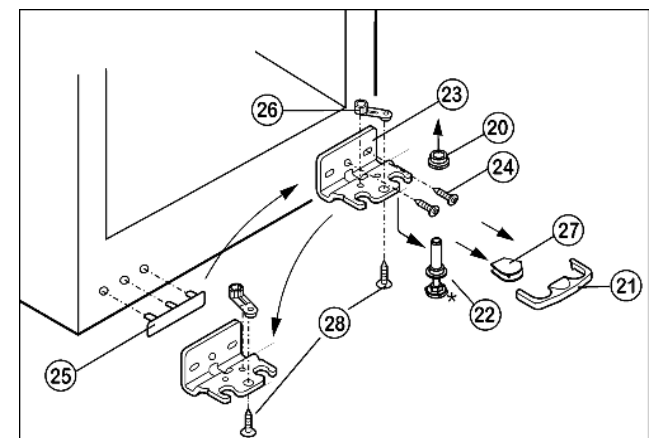

Fig. 5
- Beveiliging Fig. 5 (21) naar voren toe wegnemen.
- Afdekking Fig. 5 (27) verwijderen.*
- Lagerbout Fig. 5 (22) naar beneden en naar voren uittrekken. Let hierbij op de scharnierbus Fig. 5 (20).
- Lagerbus Fig. 5 (23) afschroeven (2 x Torx 25) Fig. 5 (24).
- Lagerdeel Fig. 5 (26) afschroeven (1 x Torx 25) Fig. 5 (28) en in de tegenoverliggende opening van de lagerbus omzetten, opnieuw vastschroeven.
- Afdekking aan de kant van de handgreep Fig. 5 (25) voorzichtig optillen en omplaatsen.
- De lagerbus Fig. 5 (23) weer vastschroeven op de nieuwe scharnierkant, doorheen het buitenste lange gat en ronde gat. Gebruik hiervoor eventueel een accuschroevendraaier.
- Afdekking Fig. 5 (27) aan de tegenoverliggende kant plaatsen.*
- Middelste schroef aan de lagerbus Fig. 5 (23) beneden in het vrije langgat omplaatsen.
- Eventueel de deur via de twee langgaten in de lagerbus beneden Fig. 5 (23) in één lijn met de behuizing van het apparaat uitlijnen.
- De beveiliging (21) moet aan de zijkant van de lagerbus inklikken, zodat de lagerbus en dus ook de deur is geborgd.
- Beveiliging (21) op lagerbus weer inklikken.
- Scharnierbus Fig. 5 (20) opzetten.
- Plaats de deur van boven op de lagerbout beneden Fig. 5 (22).